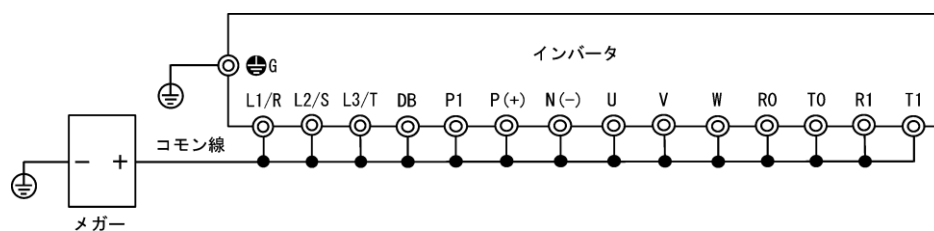

図 7.6-1 メガーテスト時の主回路端子接続
- 3) 主回路端子は、図 7.6-1 のようにコモン線で接続してください。